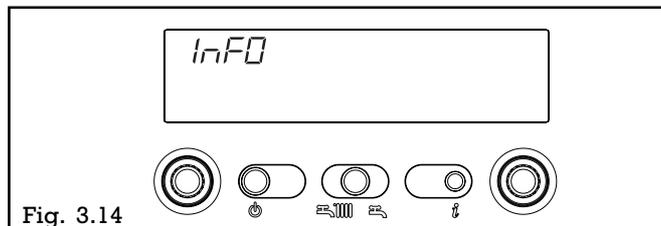

Fig. 3.14
En appuyant sur la touche **i**, l'afficheur s'éteint et seule l'inscription InFO reste (fig. 3.14): certaines informations utiles au fonctionnement de la chaudière sont alors consultables.
**Info 0** affiche l'inscription InFO (fig. 3.14)